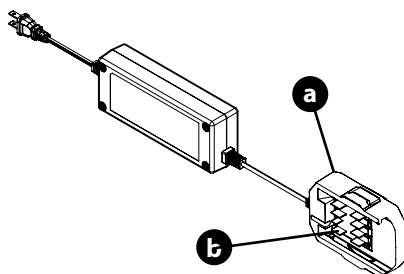

Figure 2
1. Assurez-vous que le chargeur de batterie est propre et sans débris. Ne laissez pas les corps étrangers pénétrer dans le connecteur (a) du chargeur ou les bornes (b). Voir (Figure 2). Avant chaque utilisation, vérifiez s'il y a des corps étrangers dans le chargeur.